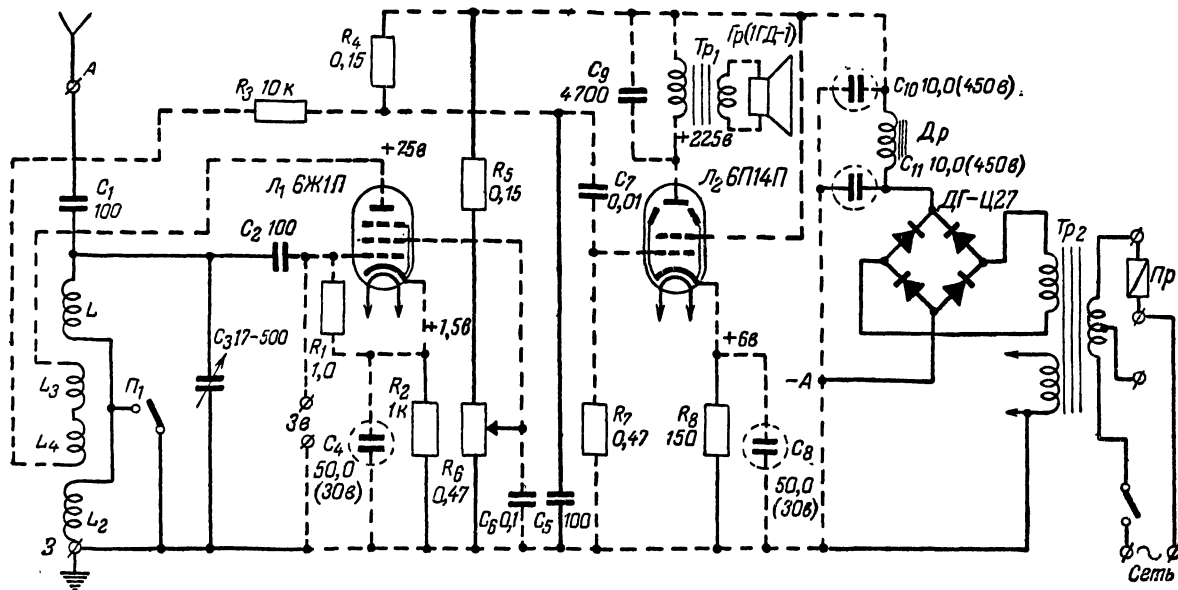

Рис. 2. Схема прохождения токов высокой частоты.
**Пути высокочастотных токов.** Цепи высокочастотных токов в приемнике показаны на рис. 2. Эти токи поступают в приемник из антенны. На своем пути они встречают конден-